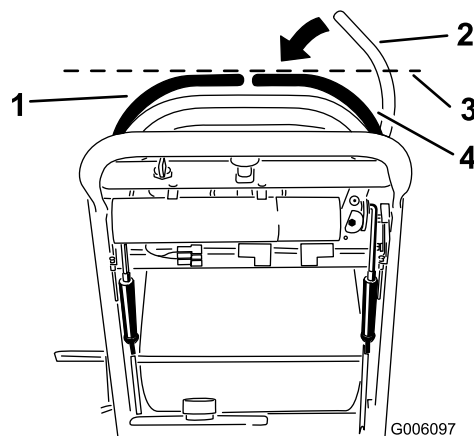

Bild 41
3. Drücken Sie den rechten Fahrtriebshebel nach unten und aus der arretierten Neutral-Stellung (Bild 41).
4. Prüfen Sie, ob er horizontal mit dem linken Fahrtriebshebel ausgerichtet ist (Bild 41).